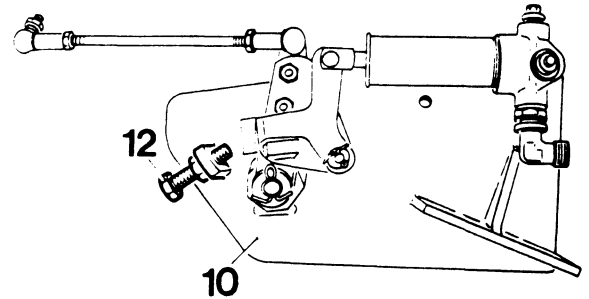
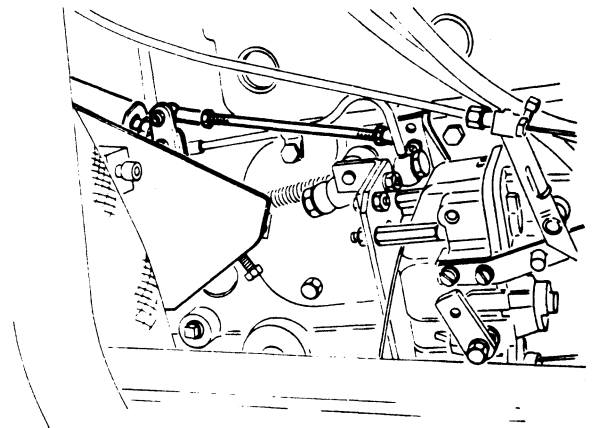

Fig. 20
Fig. 22
- Monteer de blokkeerinrichting (zie Fig. 20 en 21) en sluit de bedieningsstang aan op de bedieningshefboom van de brandstofpomp (Fig. 22).
Stel het motortoerental af met behulp van de stelschroef 12 (Fig. 20). Schakel de P.T.O. weer uit.